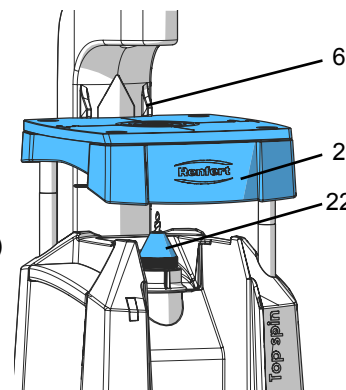

Fig. 8
- ⇒ Presionar la fijación del husillo (7, fig.1) y girar la tuerca de fijación (22, fig. 8) hasta que la fijación del husillo encaje.